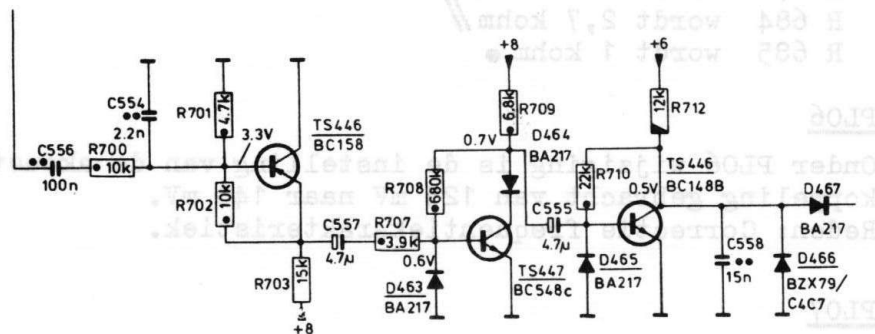

Fig. 5
- Ter verbetering van de automatische aan/uitschakeling is de schakeling aangepast volgens fig. 5.